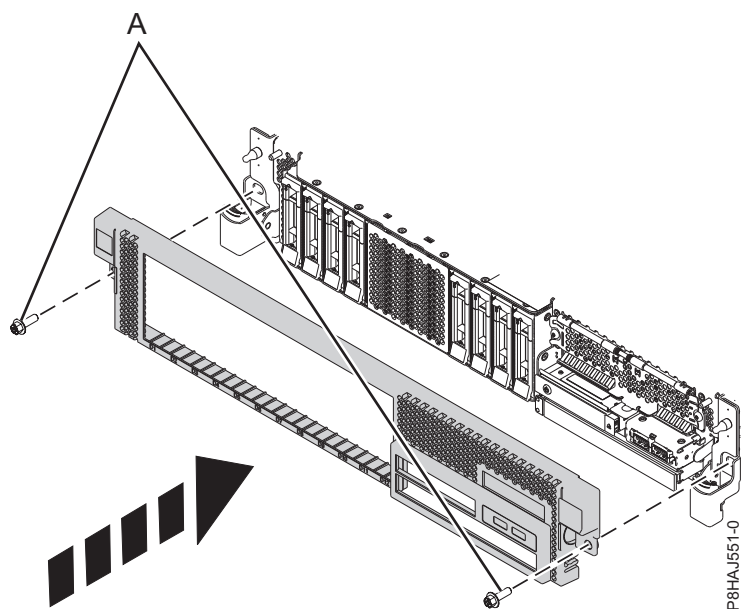

図 20. 前面カバーの取り付け
3. 42 ページの図 20 に示す方向にリリース・ラッチを押して、閉じます。 カチッという音がしてカバーが正しい位置に収まります。カバーにはより簡単につかむことができるくぼみがあります。
4. 配送用ねじ (A) を再取り付けします。